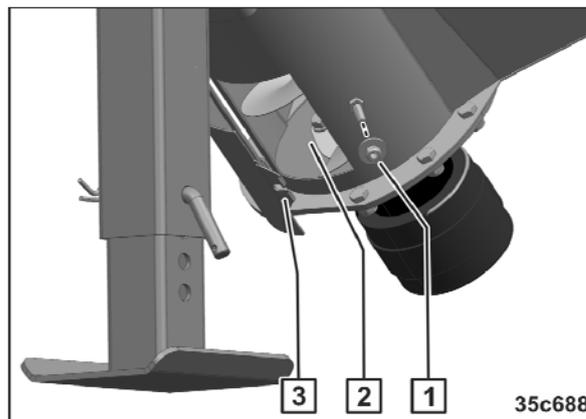

Рис. 249
2. Демонтируйте гайку и шайбу (Рис. 249/1).
3. Откройте крышку (Рис. 249/3).